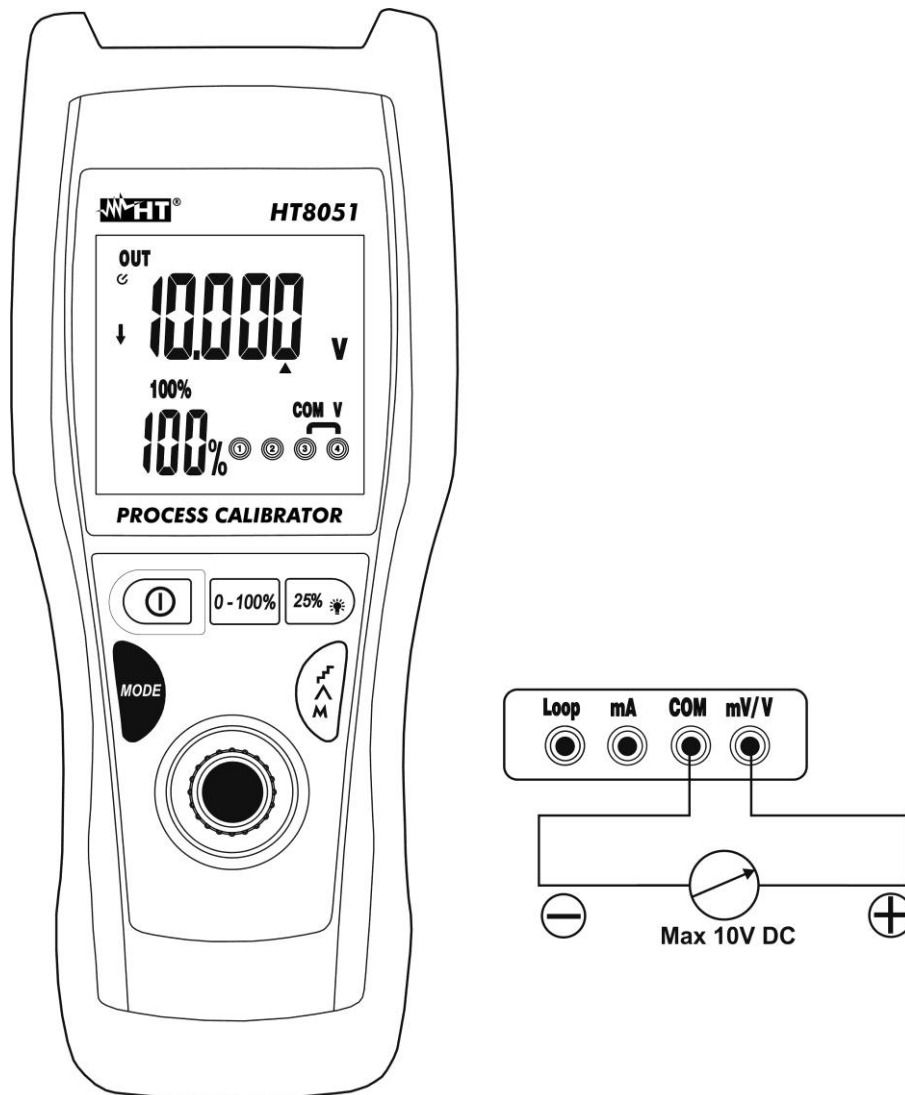

Fig. 4: Geração de tensão CC
4. Colocar a ponteira verde e a ponteira preta, respectivamente, nos pontos com potencial positivo e negativo do dispositivo externo (ver Fig. 4).
5. Para a geração do valor negativo da tensão rodar as ponteiras de medida no sentido oposto em relação à ligação da Fig. 4.